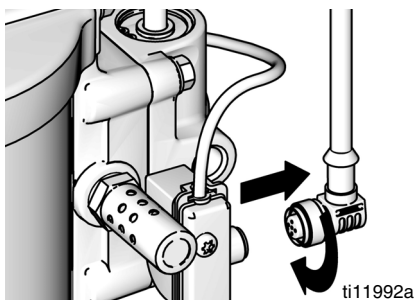

FIG. 18. Débranchement du DataTrack
1. Dévisser le câble de l'arrière de l'ensemble de commutateur à lame. Voir FIG. 18.